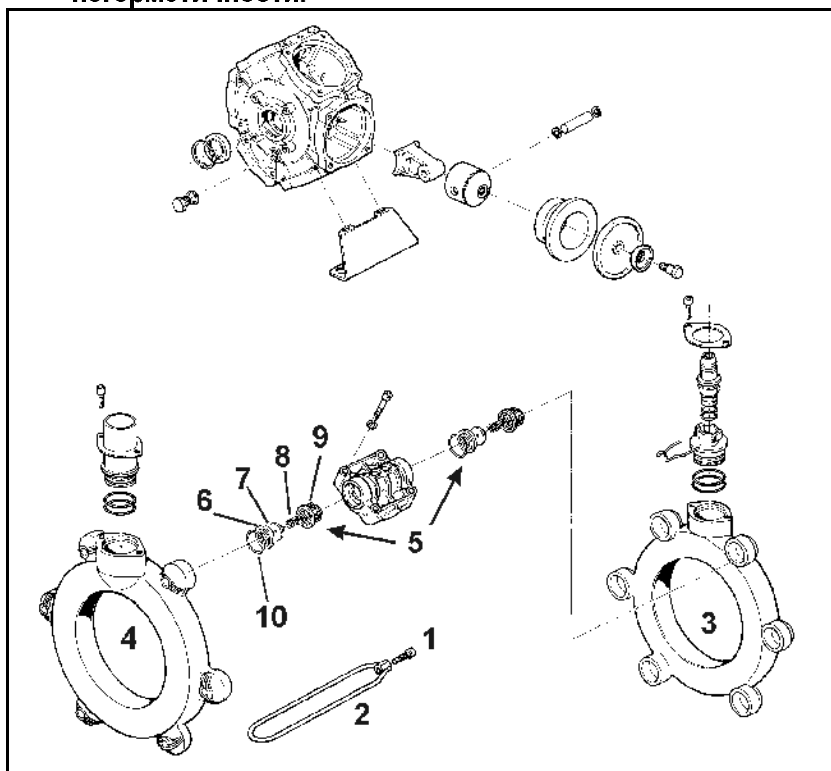

Рис. 148
1. Уровень масла контролируется при неработающем и находящемся в горизонтальном положении насосе по маркировке (Рис. 148/1).
2. Снимите крышку (Рис. 148/2) и долейте масло, если уровень масла у маркировки (Рис. 148/1) не виден.
2. Снимите крышку (Рис. 148/2).
5. Приводной вал проворачивайте попеременно вправо и влево, и медленно заливайте новое масло. Необходимое количество масла заполнено, если масло видно у маркировки (Рис. 148/1).
- Запоминайте монтажное положение клапанов со стороны всасывания и нагнетания, перед снятием группы клапанов (Рис. 148/5).
- При монтаже следите за тем, чтобы не была повреждена направляющая втулка клапана (Рис. 148/9) Повреждения могут привести к блокированию клапанов.
- Болты (Рис. 148/1) необходимо затягивать обязательно в крестообразной последовательности с заданным моментом затяжки. Неправильная затяжка болтов приведет к деформации и вследствие этого к негерметичности.
2. Открутите болты (Рис. 148/1) и снимите стяжной хомут (Рис. 148/2).
3. Снимите всасывающий и напорный канал (Рис. 148/3 и Рис. 148/4).
4. Извлеките группы клапанов (Рис. 148/5).
5. Проверьте наличие повреждений и выработку седла клапана (Рис. 148/6), клапана (Рис. 148/7), пружины клапана (Рис. 148/8) направляющей втулки клапана (Рис. 148/9).
6. Снимите уплотнительное кольцо круглого сечения (Рис. 148/10).
8. После проверки и чистки группы вентилей (Рис. 148/5) установите снова.
9. Вставьте новые уплотнительные кольца круглого сечения (Рис. 148/10).
10. Напорный (Рис. 148/3) и всасывающий канал (Рис. 148/4) прифланцуйте к корпусу насоса и установите стяжной хомут.
11. Болты (Рис. 148/1) затяните крестообразно с моментом затяжки **11 Нм**.